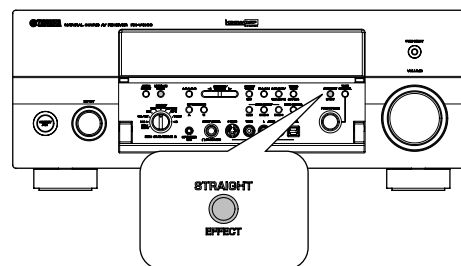

Fig. 14
- b. Press the "STRAIGHT/EFFECT" key of the main unit. (Fig. 14)
- b. 本体の“STRAIGHT/ EFFECT”キーを押します。(Fig. 14) ディスプレイに“HDMI Writing ...”が表示され、書き込みが始まります。
- b. 本体の“STRAIGHT/ EFFECT”キーを押します。(Fig. 14) ディスプレイに“i.LINK Pre Check”が表示され、書き込みが始まります。